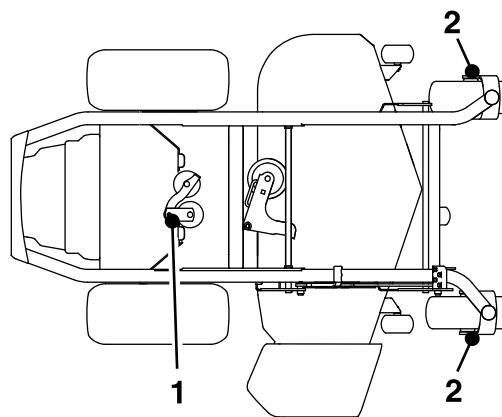

Рисунок 39
4. Смажьте ось поворота натяжного шкива насоса консистентной смазкой, сделав 1 или 2 качания шприцом (Рисунок 39).
5. Смажьте оси передних поворотных колес консистентной смазкой (Рисунок 39).